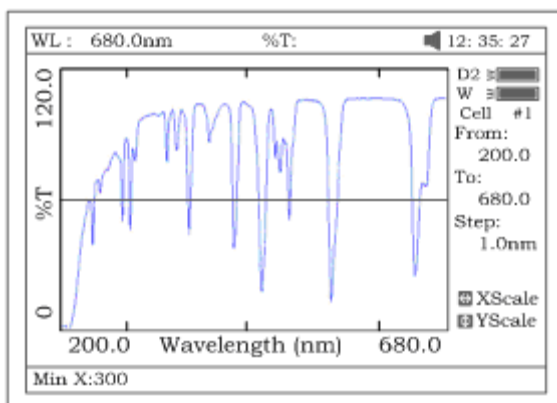

Рис. 47
- Нажмите клавишу **[<]** или **[>]** (рис.47), введите верхнее и нижнее значения границ диапазона с цифровой клавиатуры.